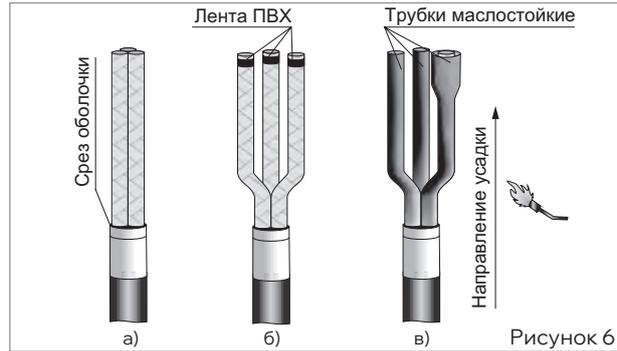

Рисунок 6
- Снять оболочку с конца кабеля до первого кольцевого надреза. Надеть временный бандаж из 2–3 витков ХБ ниток на полупроводящую бумагу у среза оболочки. Удалить полупроводящую бумагу, поясную изоляцию, корделии и расцветочные ленты фазной изоляции (при наличии) до ниточного бандажа. Убрать ниточный бандаж (рис. 6а).
- Развести жилы кабеля с радиусом изгиба жил не менее 10-кратной высоты сектора или диаметра жилы по изоляции. Обезжирить их салфеткой, смоченной в бензине или ацетоне. Закрепить фазную изоляцию на концах жил бандажом из 2–3 витков ПВХ ленты (рис. 6б).
- Надеть на жилы кабелей маслостойкие трубки (прозрачные) до упора в «корешок» разделки кабеля. При необходимости обрезать верхнюю часть трубок по длине жилы. Усадить каждую трубку равномерным прогревом пламени горелки, начиная с «корешка» и далее, двигаясь к концу жилы (рис. 6в). Убедитесь, что трубки усажены равномерно, не имеют морщин и складок, карманов воздуха или масла.